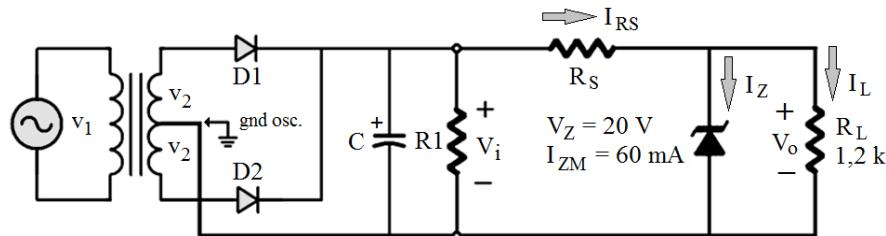

Figura 5 – Regulador de tensão com diodo zener (questão 7).
**Questão 7** – O regulador de tensão com diodo zener da Figura 5 opera nas condições nominais se a tensão de entrada varia entre 23,67 V e 36,87 V. Dimensionar o valor do resistor  $R_S$  em ohms e em Watts.